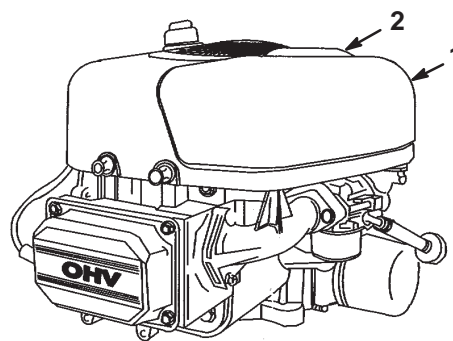

Figure 23
7. Tirez la poignée du couvercle du filtre à air et tournez-la vers le moteur (Fig. 23).